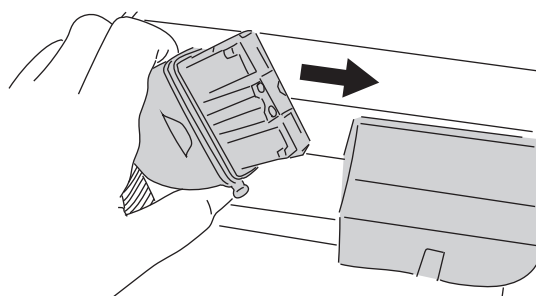

図 9
4. パワーケーブルをバッテリーに接続してください。(図9)